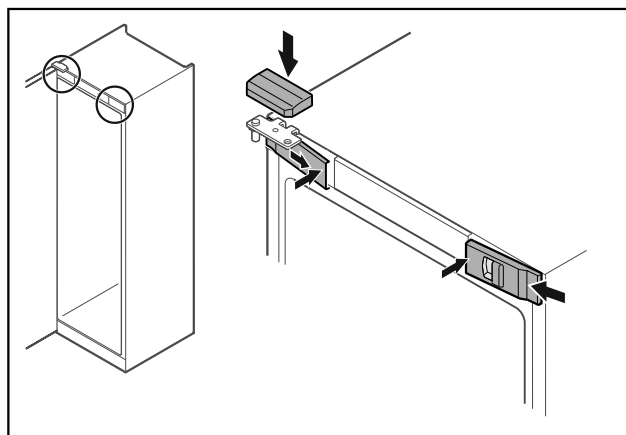

Fig. 48
- Kiinnitä etusuojukset Fig. 48 (1) sivulta ja lukitse sisäpuolelta paikalleen.
- Paina ylempi suojus Fig. 48 (2) yläkautta paikalleen.